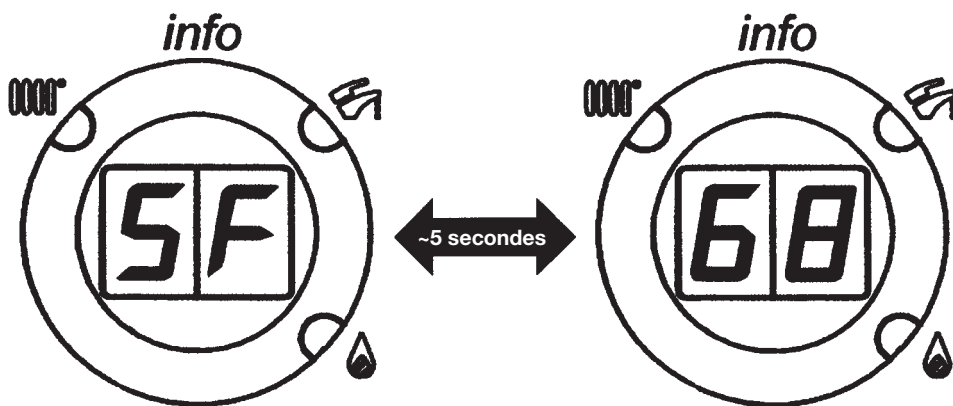

Figure 18
**Remarque :** les Led 2 et 3 (figure 1) clignotent une après l'autre et l'afficheur visualise le message "SF" qui s'alterne, par intervalles de 5 secondes, à la valeur de température de départ de la chaudière (figure 18).